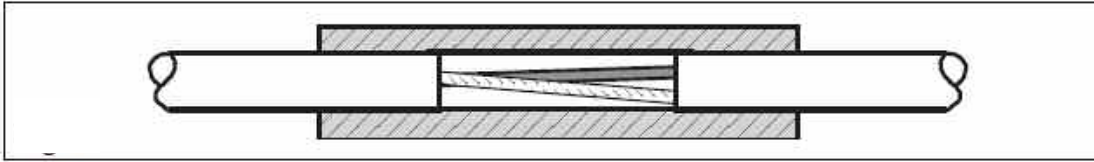

Рисунок 2
- Скрутите проводочки защитного экрана у нагревательного кабеля и кабеля-вставки. Вставьте соединяемые проводники (фаза, ноль, земля) в обжимные гильзы, обрезав их концы в соответствии с направляющими в пластмассовом корпусе. Перед обжатием убедитесь, что каждый из пары соединяемых проводников вставлен на всю длину гильзы. Соединение будет выполнено правильно, если при обжатии оба проводника наложены один на другой (см. рис.2).